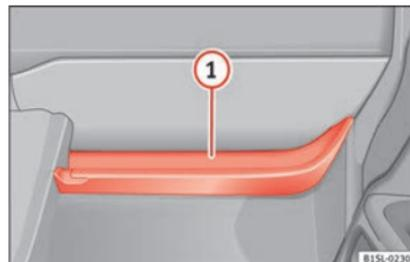

Abb. 60 Ablagefach offen auf der Beifahrerseite.
Am offenen Ablagefach befindet sich ein Taschenhaken » **Abb. 60** ①.